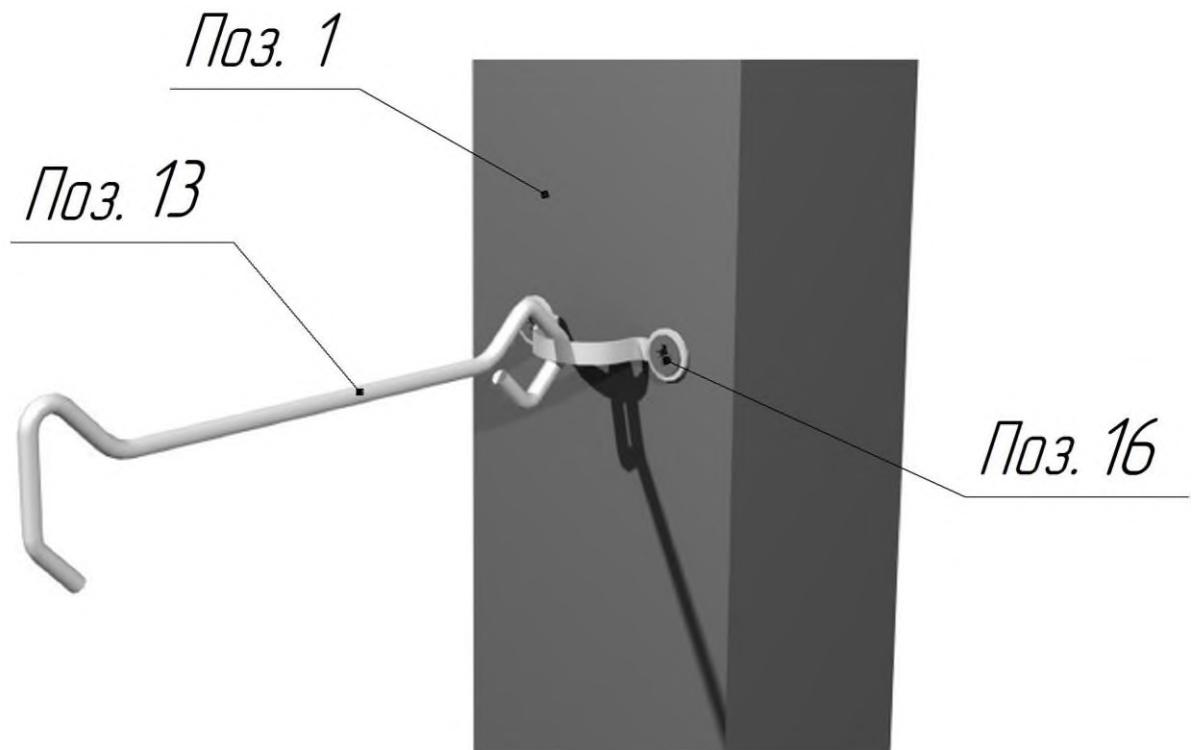

Рис.6 Установка крючка ветрового
6. Установить последовательно на каждую форточку и дверь **Поз.1** крючки ветровые **Поз.13** с помощью саморезов потайных оцинкованных Ø3.9x19 **Поз.16** (рис. 6)